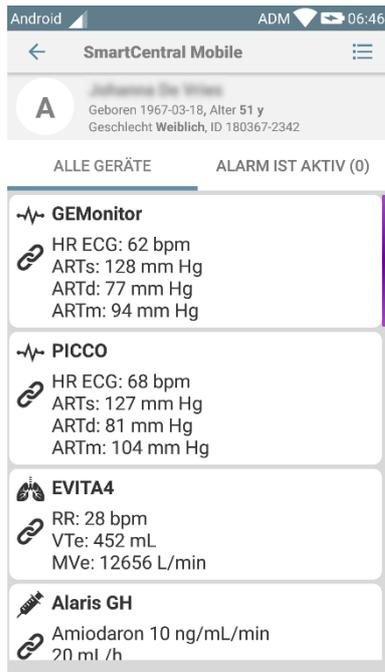

Abb. 52
- Verwenden Sie das in Abb. 51 **D** gezeigte Symbol, um den Gerätebereich zu vergrößern und auf diese Weise mehr Informationen zu jedem angeschlossenen medizinischen Gerät anzuzeigen (Abb. 52). Die Art der angezeigten Informationen ist von der Konfiguration und dem jeweiligen Gerät abhängig.